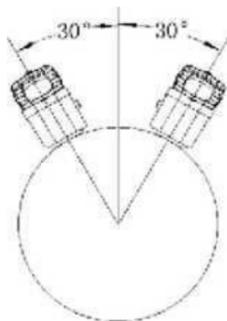

图 5-2 仪表安装角度示意图
- 6) 如图 5-2 所示, 仪表安装在管道上, 仪表的面板保持水平安装为最佳安装方式, 特殊情况需要倾斜时, 最大倾斜角度不超过  $30^\circ$ , 这样做的目的是, 在测量时, 换能器部位不在管道的上方, 从而避免了管道上方积存气泡现象的发生, 影响测量精度。